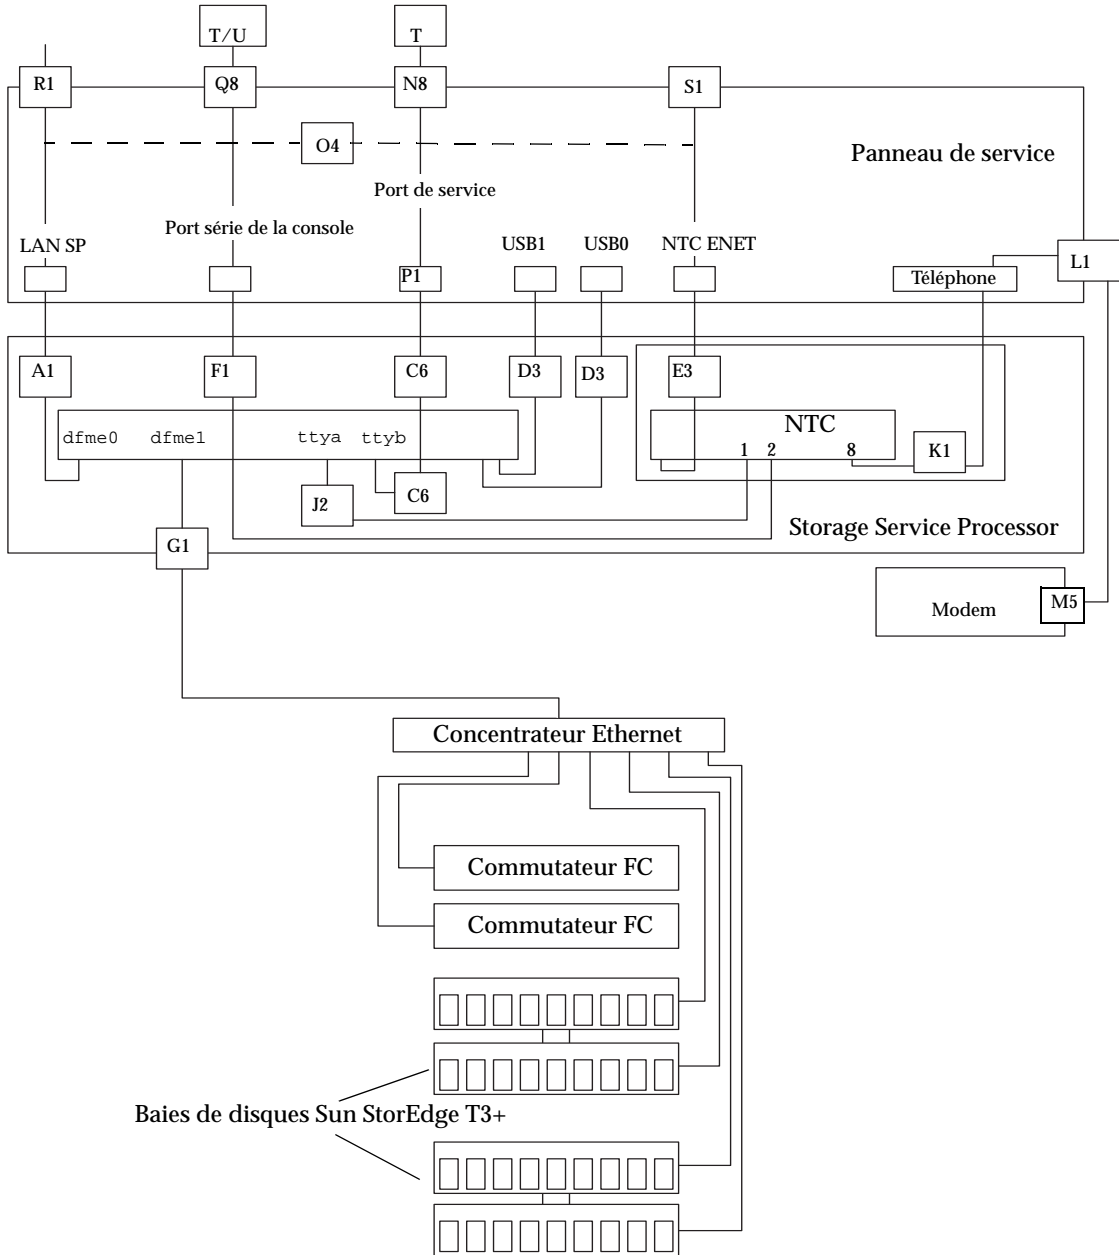

FIGURE 11-1 Connexions du panneau de service du Storage Service Processor
La FIGURE 11-1 indique le panneau de service et ses connexions au Storage Service Processor. Chaque connexion est détaillée dans le TABLEAU 11-2 et le TABLEAU 11-3.
3. Identifiez l'emplacement de chaque câble à l'intérieur du panneau de service comme indiqué dans la FIGURE 11-1, le TABLEAU 11-2 et le TABLEAU 11-3. Retirez tous les câbles de l'intérieur du panneau de service.
4. Fermez le panneau de service. Identifiez l'emplacement de chaque câble à l'extérieur du panneau de service comme indiqué dans la FIGURE 11-1, le TABLEAU 11-2 et le TABLEAU 11-3. Retirez tous les câbles de l'extérieur du panneau de service.